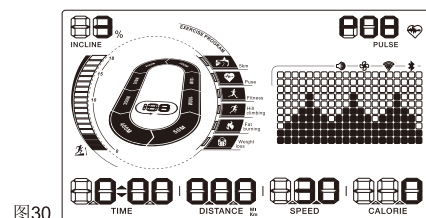

图30
2. 连续按下面板上Training Prog键 ，直至屏幕上出现P08字样。（图30所示）